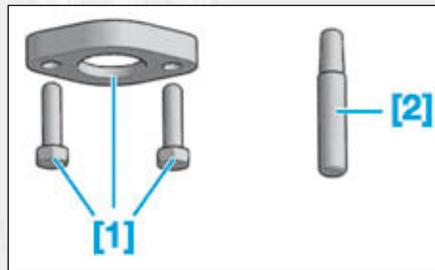

FIG.27
- [1]. Extracteur de pignon de pompe haute pression (réf : 0194-H) (Fig.27).